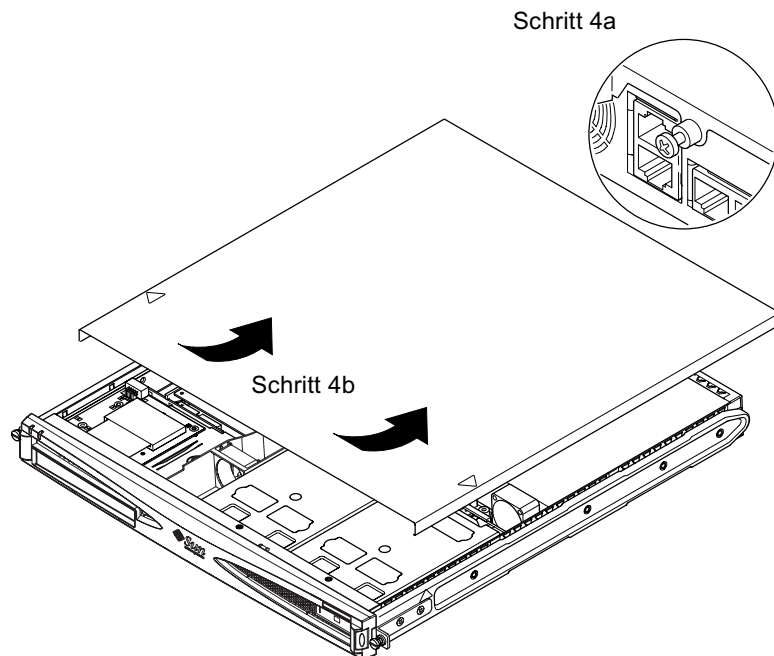

ABBILDUNG 4-3 Entfernen der oberen Abdeckung
4. Nehmen Sie die obere Abdeckung des Servers ab (siehe ABBILDUNG 4-3):
- a. Lösen Sie die Sperrschraube in der Mitte der Geräterückseite (siehe ABBILDUNG 4-3).
- b. Schieben Sie die obere Abdeckung nach hinten, und heben Sie sie nach oben ab (siehe ABBILDUNG 4-3).